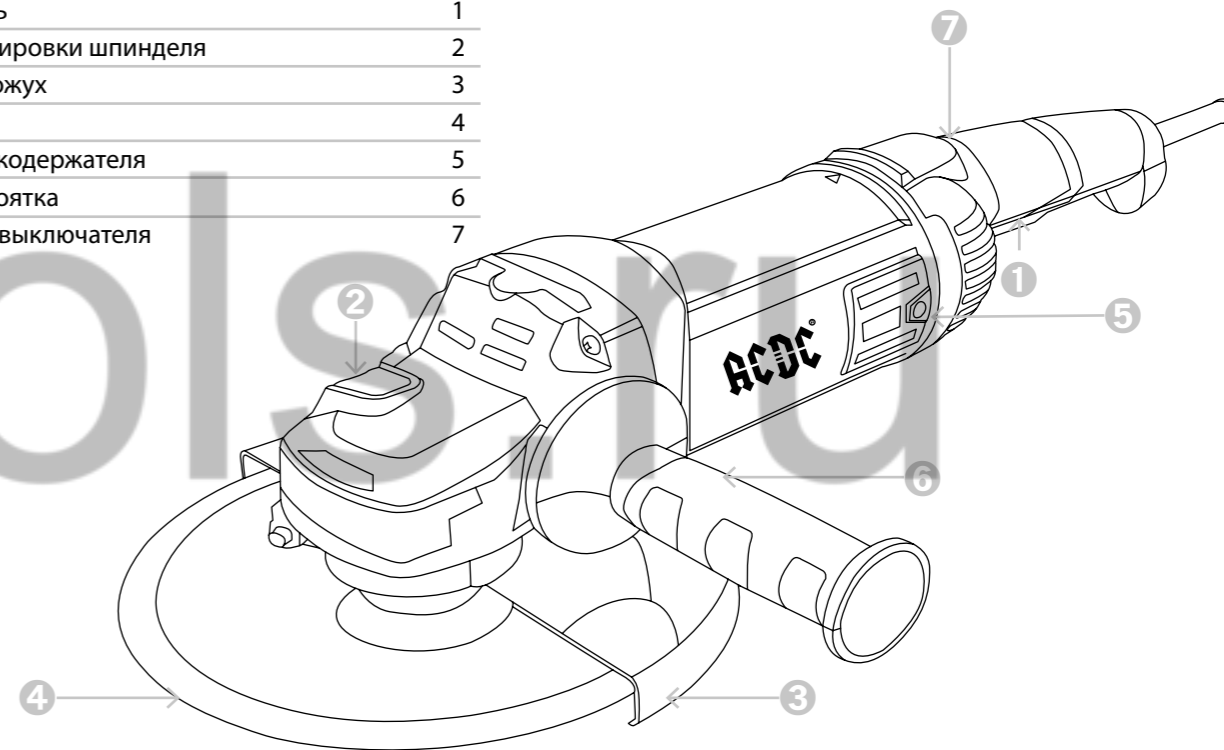

Рисунок 1.1. Устройство инструмента
**ВНИМАНИЕ!** При установке оснастки следуйте указаниям по направлению её вращения. Закрутите наружный фланец «3». Заблокируйте шпиндель, нажав кнопку «2» (рисунок 1.1.), и крепко затяните наружный прижимной фланец ключом. Для снятия оснастки нажмите кнопку блокировки «2» (рисунок 1.1.) и прилагаемым ключом открутите фланец.
**ЗАПРЕЩЕНО!** Не включайте блокировку «2» (рисунок 1.1) при вращающемся шпинделе. Это может привести к повреждению инструмента. Нажмите на кнопку блокировки для предотвращения вращения шпинделя при установке или снятии оснастки.
Проверяйте исправность выключателя «1» (рисунок 1.1), чтобы он возвращался в положение "ВЫКЛ." Для включения инструмента нажмите выключатель «1» (рисунок 1.1). При продолжительном использовании нажмите на кнопку «8» выключателя для его блокировки в нужном положении. Для выключения инструмента нажмите на выключатель. Выключайте инструмент только выключателем.